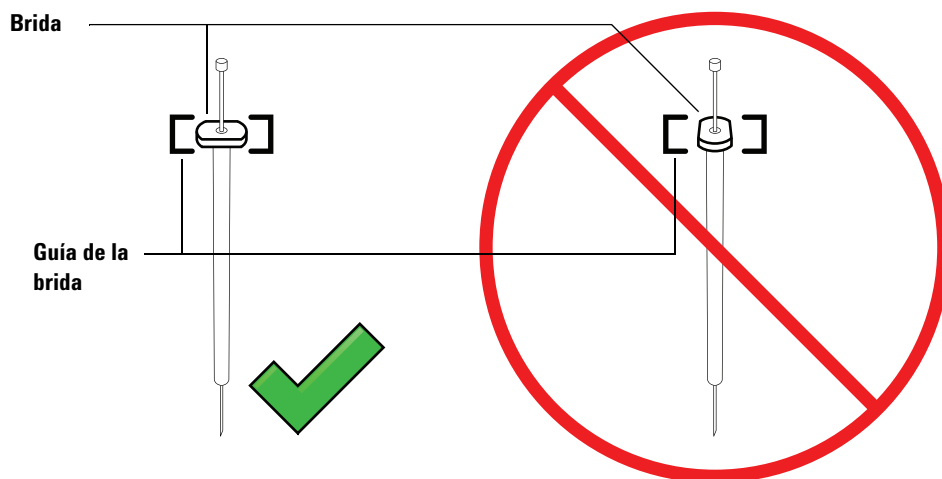

Figura 68 Orientación de la brida de la jeringa
- 7 Alinee la brida de la jeringa con la guía de la brida y presione para colocar la jeringa en su sitio, manteniendo la punta de la aguja en el orificio guía de su pie de soporte. Asegúrese de que el borde plano de la brida de la jeringa esté hacia fuera (Figura 68).